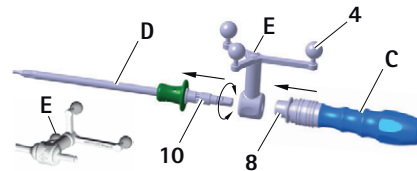

Fig. 8 Montaggio dell'unità a stella di riferimento ("calibrazione con ICM 4") e dell'impugnatura S⁴C (FW067R o FW165R) sul cacciavite S⁴C
- Rilasciare la boccola di chiusura 8, vedere Fig. 8